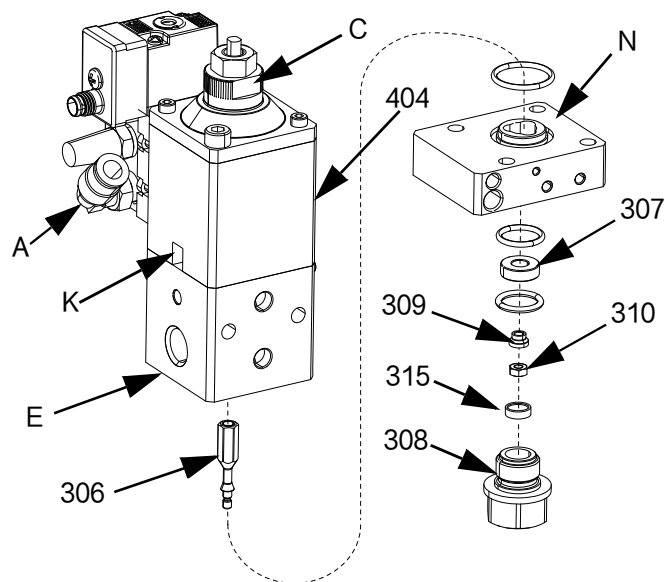

图 16
1. 使用密封组件工具 (806) 将新的密封套件 (101、201) 安装在活塞杆上、并使法兰紧靠空气部分 (B)。
2. 卸下并保存密封件组件工具 (806)。
4. 将内六角扳手穿过滴漏孔 (K) 中的活塞杆 (410)。参见图 16。